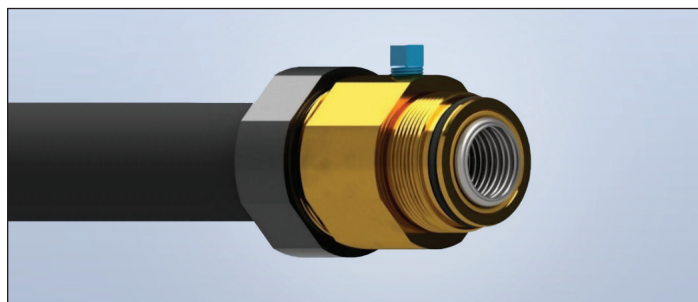

Figure 1-8
10. Glissez l'ensemble du corps de la bride vers l'avant pour retenir les bagues fendues (figure 1-8).